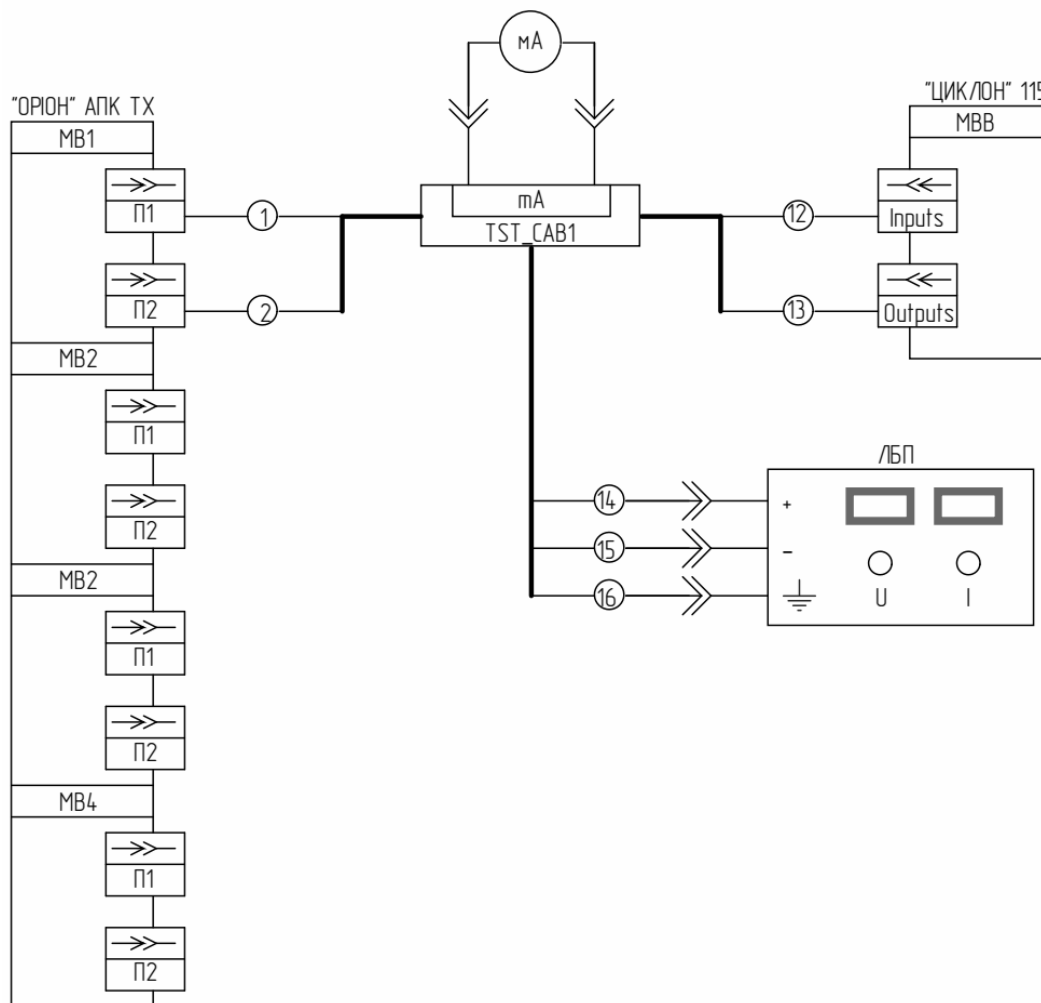

Рисунок 8.10.1 – Схема підключення
- 1) Підключити «ОРИОН» АПК ТХ до «ЦИКЛОН» 115 і ЛБП з допомогою тестового кабелю «TST\_SAB1» (див. рисунок 8.10.1);